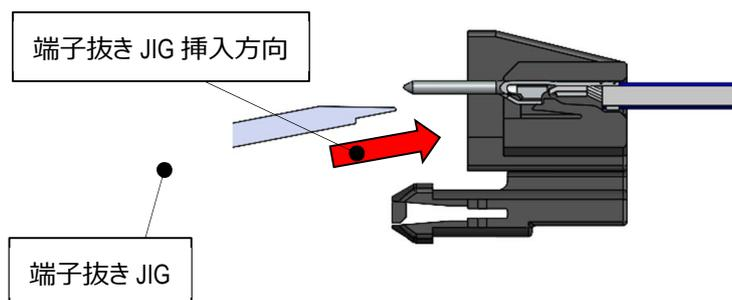

図.28 端子抜き JIG 挿入工程
- ② 図28のように端子抜きJIG先端を斜め下方向から挿入して下さい。